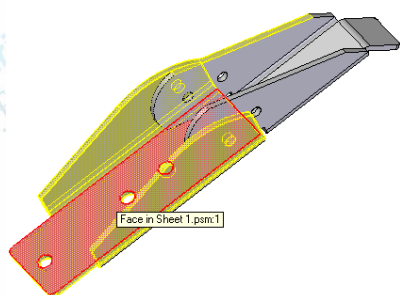
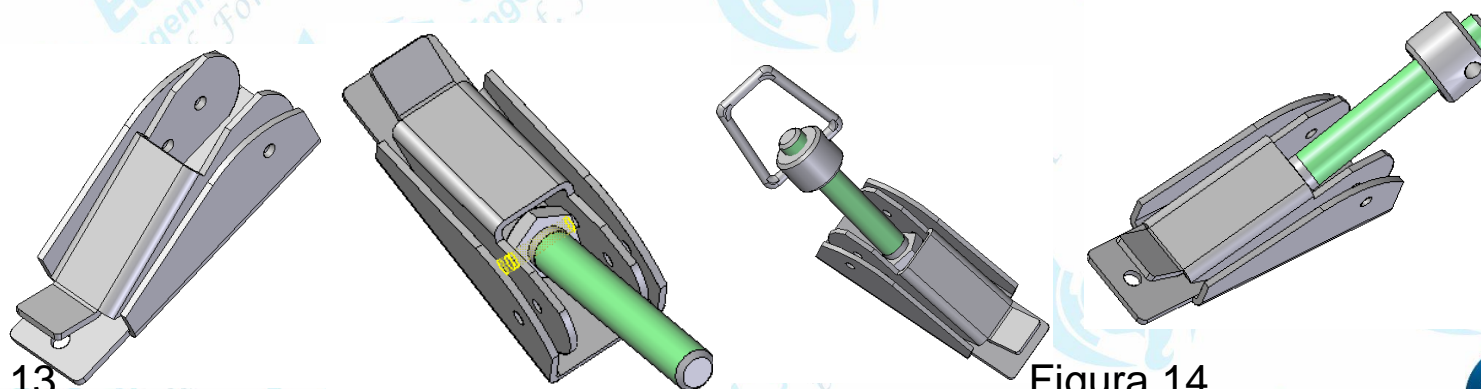

Figura 13
Figura 14
- entre os planos indicados na *Figura 13*. No campo **Angle Value**, digite o valor  $180^\circ$  e o resultado deve ser semelhante ao da *Figura 14*.